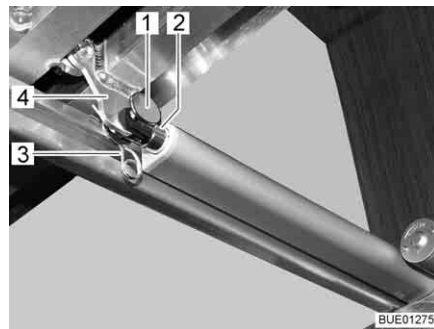

Fig. 114 Entraînement
- Désolidariser la jonction (par ex. la broche et la goupille ressort (Fig. 114,1 et 3)) entre la tige de poussée (Fig. 114,2) et le sommier à lattes (Fig. 114,4).